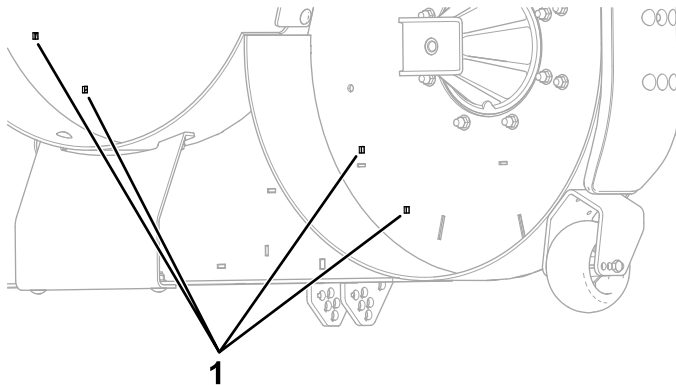

Figure 5
1. Déposez les 4 caches du plateau de coupe (Figure 5).